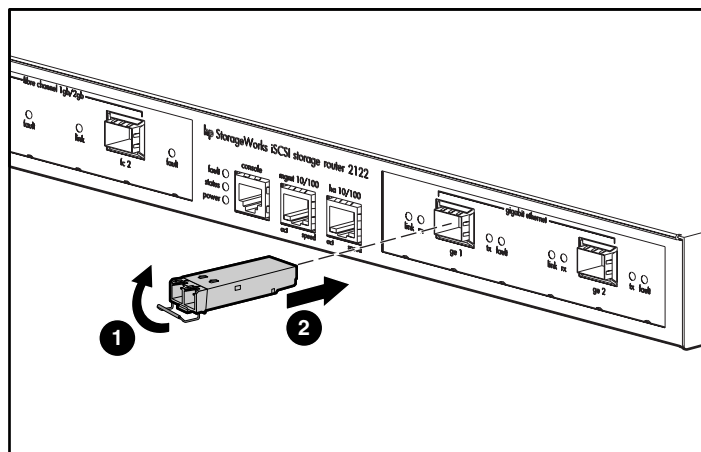

Figure 22 : Insertion d'un module SFP avec attache dans un port
2. Alignez le module SFP avec le port et glissez-le dans le port (reportez-vous à la Figure 22).